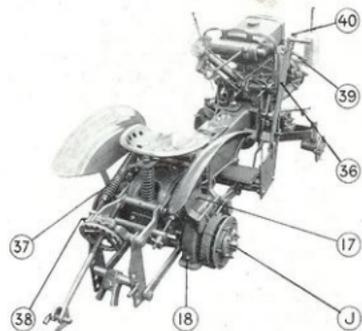

Figure 4
d) **Les carters des engrenages de commande des roues** avec la même huile, par les bouchons 17 (fig. 4) jusqu'au niveau 18 (fig. 4).
Même opération que pour le carter central en remplissant par les bouchons 17 (fig. 4), jusqu'au niveau 18 (fig. 4).